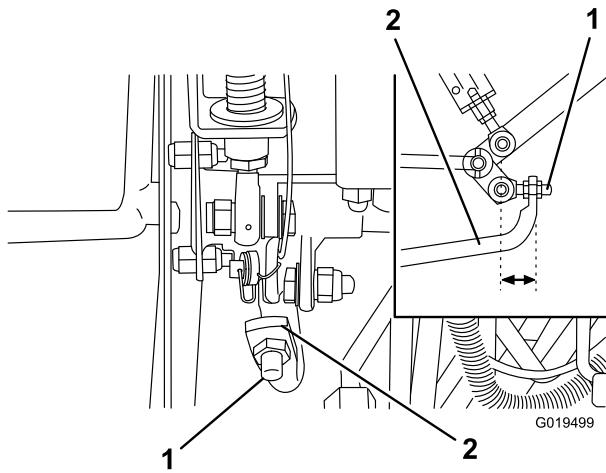

Bild 72
4. Stellen Sie die Bundmuttern am Pumpenstangenende ein, um die Pumpensteuerungsstange nach vorne zu verschieben, um ein Verschieben nach vorne zu vermeiden, oder um die Pumpensteuerungsstange nach hinten zu verschieben, um ein Verschieben nach hinten zu vermeiden (Bild 72).